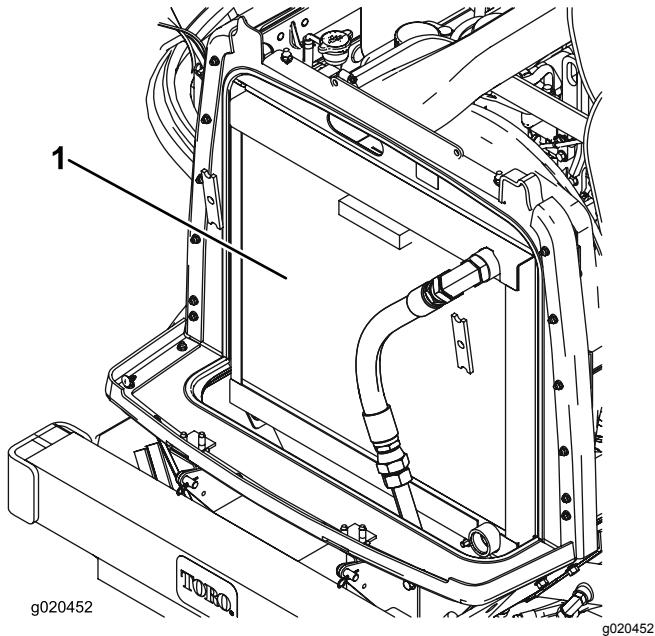

Figure 93
3. Nettoyez soigneusement les deux côtés du radiateur/refroidisseur à l'air comprimé (Figure 93).